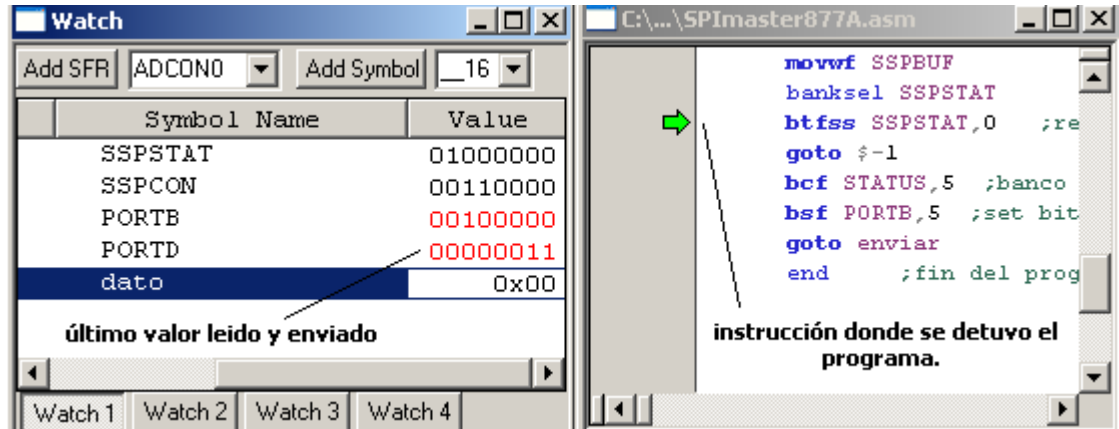

Fig.4.31 Resultado de la depuración en modo continuo.
- Detener el programa con el botón Halt , los registros quedan con el valor del último dato colocado en los minidips (depende del ultimo valor colocado en los minidips), el cursor queda en la ultima instrucción realizada, (puede ser cualquiera) como se muestra en la (Fig.4.31).